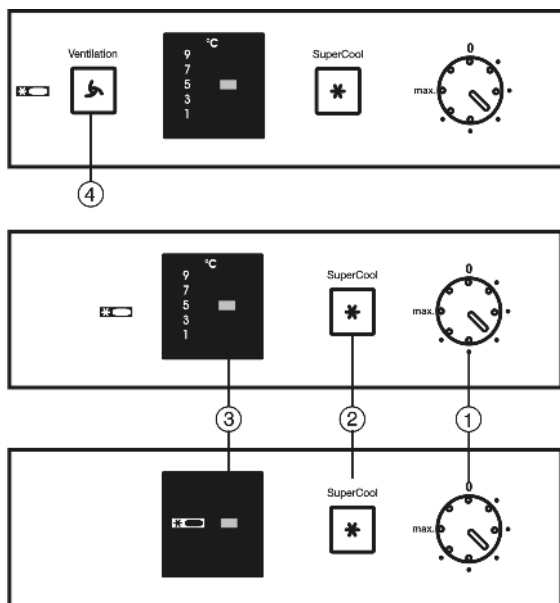

Fig. 2
- ▶ Termostat *Fig. 2 (1)* obracać w prawo przy pomocy monety.